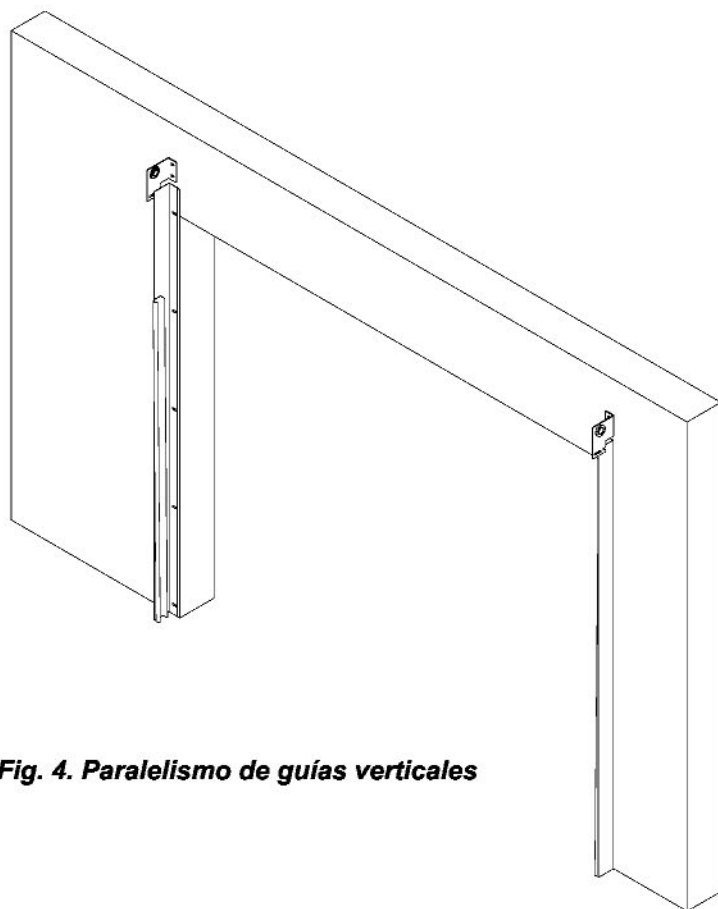

Fig. 4. Paralelismo de guías verticales
3.- Antes de fijar las guías de manera definitiva, es muy importante que ambas guías estén bien niveladas (verificar con el nivel) y también se deberá comprobar el paralelismo entre ambas guías. (Verificaremos el paralelismo con una galga que se suministra junto con las guías.) **(Fig. 4)**